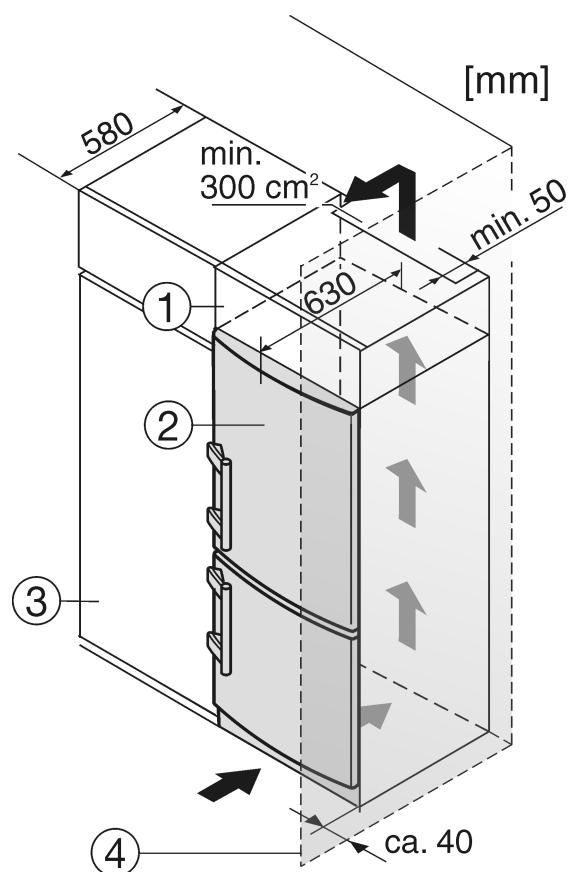

Fig. 11
(1) Élément haut
(2) Appareil
(3) Placard de cuisine
(4) Mur
L'appareil peut être entouré de meubles de cuisine. Pour adapter l'appareil Fig. 11 (2) à la hauteur des placards de la cuisine intégrée, on peut placer un élément haut Fig. 11 (1) au-dessus de l'appareil.
Lors de la transformation avec des placards de cuisine (profond. max. 580 mm) l'appareil peut être placé directement à côté du placard Fig. 11 (3). La porte de l'appareil saillit latéralement de 34 mm et au milieu de l'appareil de 50 mm par rapport à la face avant du placard de cuisine. Ainsi, elle se laisse ouvrir et fermer sans problèmes.
Si l'appareil est installé avec les charnières à côté d'un mur Fig. 11 (4), la distance entre l'appareil et le mur doit être de 40 mm min. Ceci correspond à la saillie de la poignée lorsque la porte est ouverte.